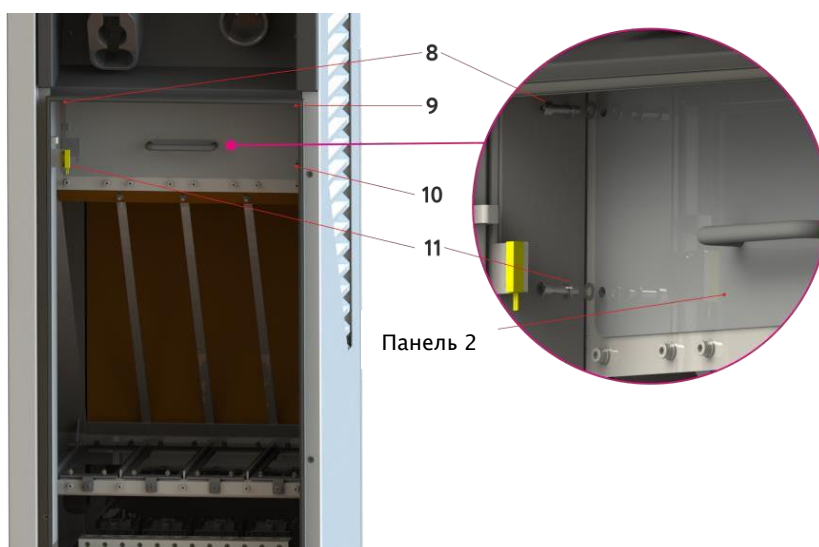

Рисунок 14 - Доступ до відсіку підключення зарядного модуля
9. Вийміть кріплення 8-11 та зніміть захисну панель 2 (рис. 14).